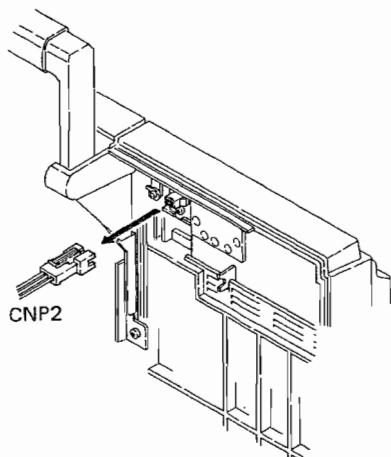

Figure 8-3
3. Open the back cabinet, and remove one socket from the cabinet inside. See Fig. 8-3.
3. Das Rückgehäuse dann öffnen, und die einzelne Steckbuchsenverbindung aus dem Inneren des Gehäuses herausziehen. Siehe Abbildung 8-3.
3. Ouvrir le coffret arrière, et retirer une douille de l'intérieur du coffret. Voir la Fig. 8-3.